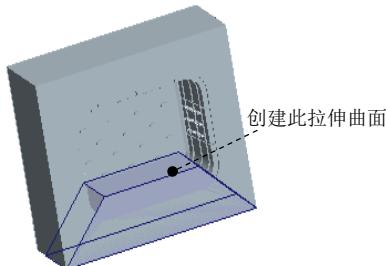
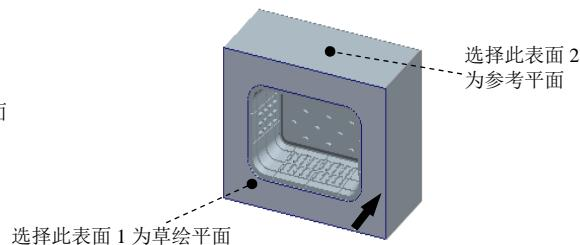

图 16.15 创建拉伸曲面 1
图 16.16 定义草绘平面
(1) 在模型树界面中选择 → **树过滤器 (F)...** 命令。
(2) 在系统弹出的“模型树项”对话框中选中 **特征** 复选框，然后单击 **确定** 按钮。
(3) 在模型树中选中 、、 和 并右击，从系统弹出的快捷菜单中选择 **遮蔽** 命令。
Step4. 通过拉伸的方法创建图 16.15 所示的拉伸曲面 1。
(1) 单击 **分型面** 功能选项卡 **形状** 区域中的 **拉伸** 按钮，此时系统弹出“拉伸”操控板。
(2) 定义草绘截面放置属性。右击，从系统弹出的菜单中选择 **定义内部草绘...** 命令；在系统 的提示下，选取图 16.16 所示的表面 1 为草绘平面，接受系统默认的草绘视图方向，然后选取图 16.16 所示的表面 2 为参考平面，方向为 **上**。然后单击 **草绘** 按钮。